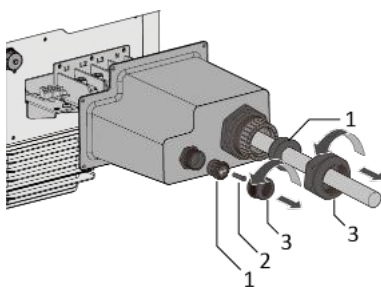

Abb. 37. AC/COM Kabelbefestigung
2. Lösen der Kabelbefestigung (siehe Abb. 37).